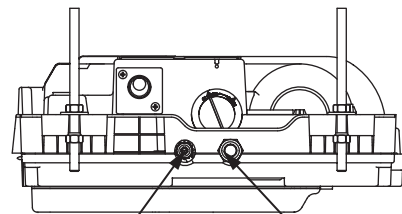

Рисунок 4.1
- Размер трубопровода: выберите и приобретите медные трубы, соответствующие расчетным длине и диаметру для выбранной в инструкции по монтажу наружного блока модели и фактическим проектным требованиям. Рисунки ниже предназначены только для ознакомления. См. рисунок 4.1.